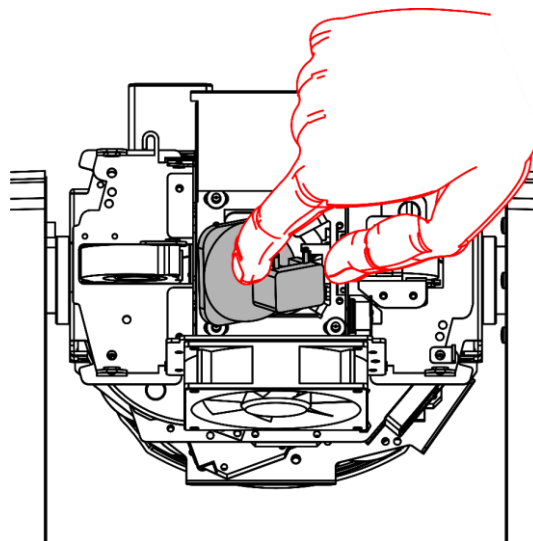

Fig. 22
- 06) Gire la lámpara con cuidado para extraerla del dispositivo (Fig. 22).